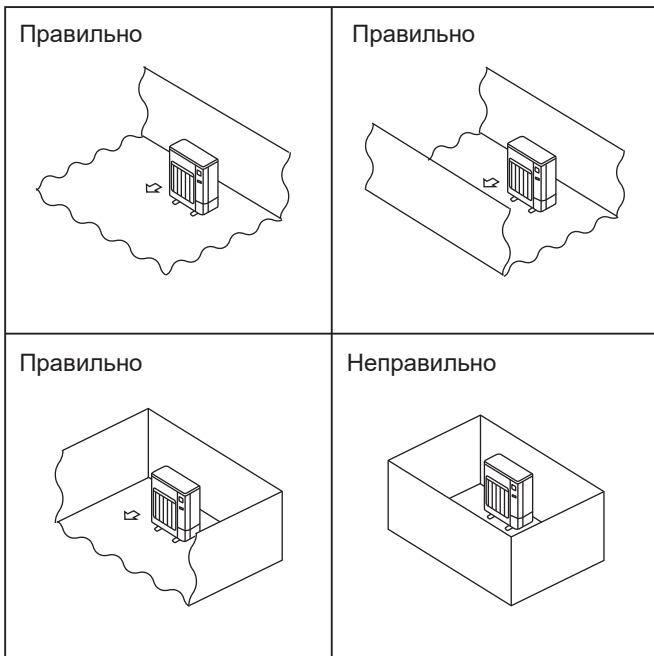

Fig. 2-1
- © Установлюйте зовнішні блоки в місцях, де принаймні одна з чотирьох сторін відкрита, або в досить великому просторі без перешкод. (Fig. 2-1)